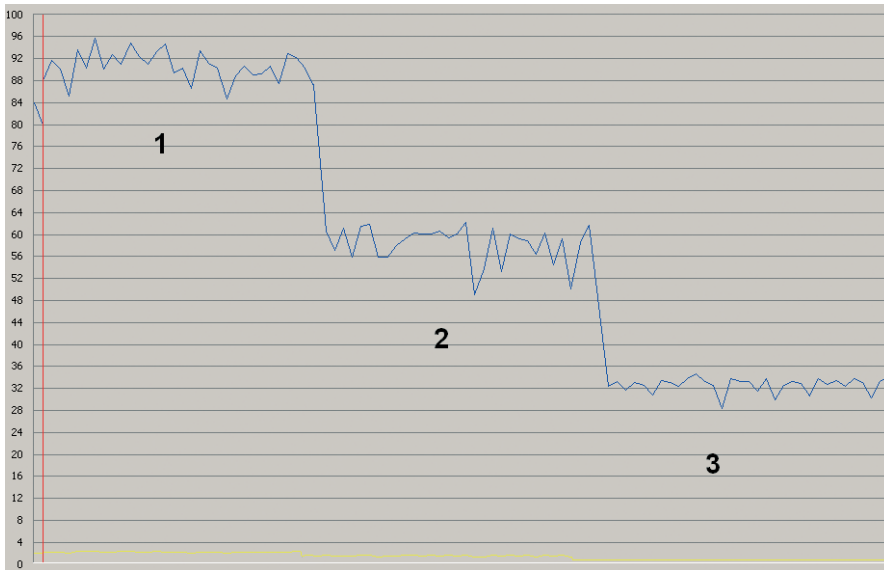
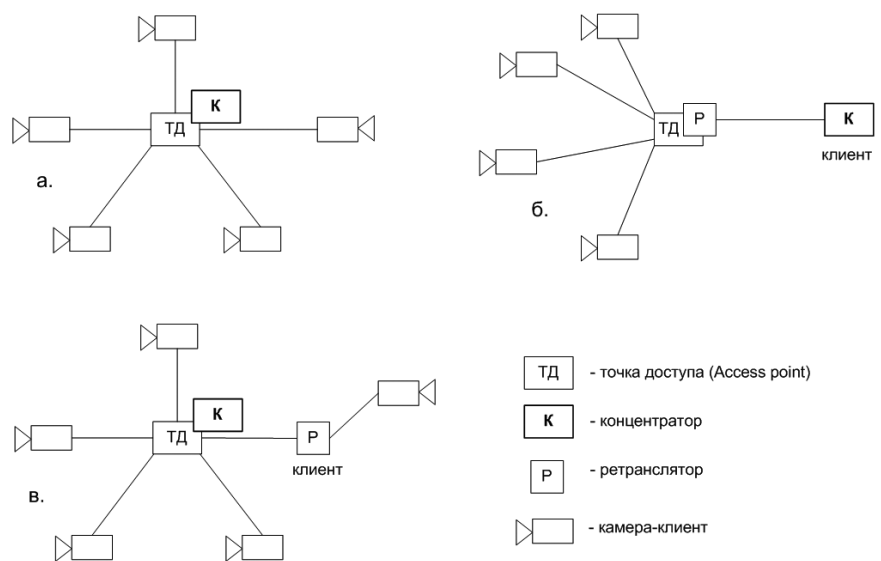
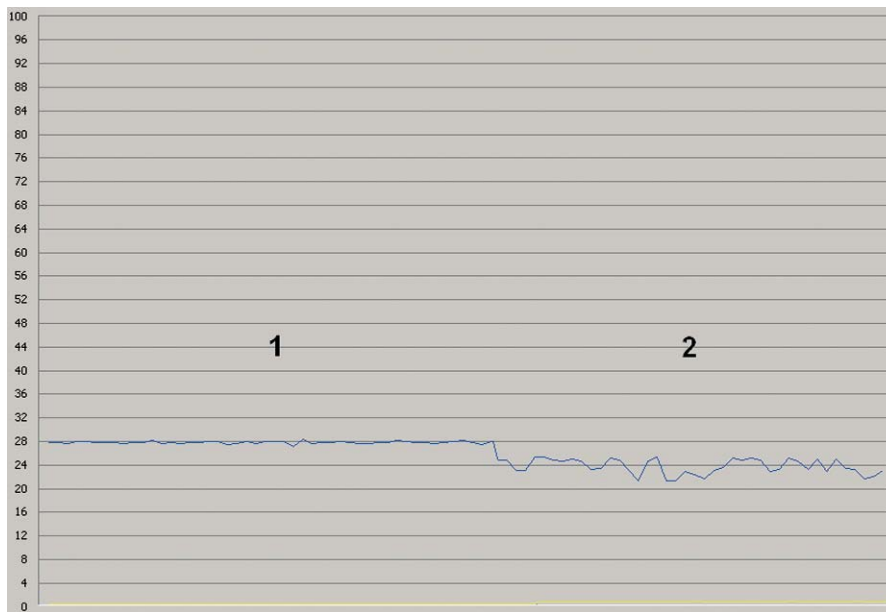
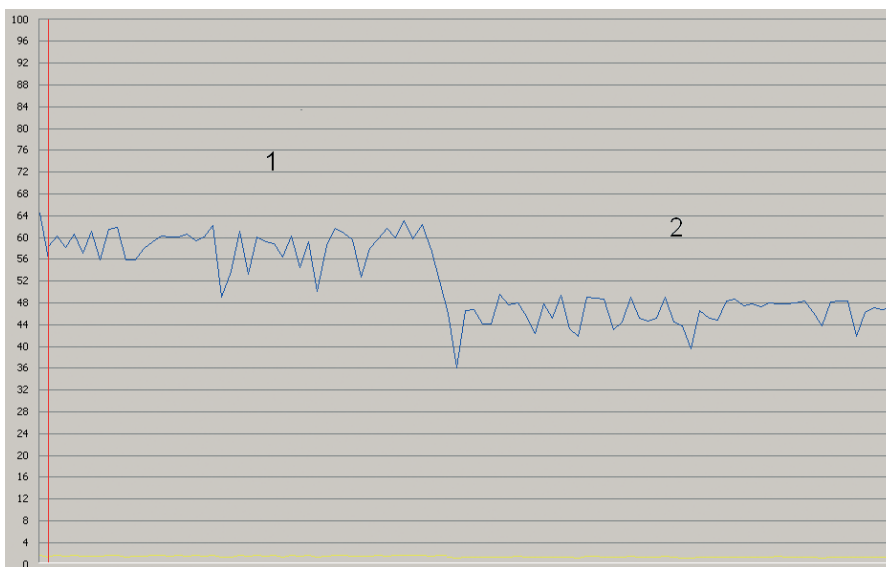

Рис.1. Скорость передачи видеотрафика в трёх режимах.
Рис.2. Возможные типы топологии распределённой сети видеонаблюдения.
Рис.4 UDP и TCP поверх WiFi
Рис.5. Два фрагмента трафика: без шифрования и с шифрованием.
На рис. 1, полученном компиляцией трёх изображений, представлены
три замера производительности некоего сетевого соединения (цифры 1, 2, 3 на рис.1). Замеры делались посредством утилиты «Системный монитор» ОС Windows XP (здесь и далее вертикальная шкала системного монитора отградуирована в десятках Кбайт/сек.). Во всех трёх случаях через соединение передаётся трафик от одной и той же телекамеры, снимающей одну и ту же сцену. Самый левый фрагмент графика (1) показывает трафик через это соединение при его проводной реализации. Физически это можно осуществить, соединив проводную сетевую телекамеру с сетевой картой компьютера, либо напрямую посредством кроссоверного кабеля, либо через сетевой концентратор. Средний фрагмент графика (2) показывает скорость в том же сетевом соединении при его беспроводной реализации. В данном случае к сетевой карте компьютера подключалась точка доступа. Сетевая телекамера являлась теперь уже беспроводным клиентским устройством, и сеть работала в инфраструктурном режиме. Очень важно отметить, что в этом случае точка доступа является приёмником видеопотока. И, наконец, третий, самый правый фрагмент графика (3) тоже относится к беспроводной реализации, но в режиме, когда точка доступа является ретранслятором данных между двумя клиентскими устройствами сети. Устройство-передатчик — это телекамера, устройство-
Из несложного наблюдения, зафиксированного на рис.1 (фрагменты 2 и 3), следует первый довольно простой вывод о возможной организации сети распределённого видеонаблюдения. Компьютер, на котором работает приложение, принимающее видеотрафик (далее — концентратор), по возможности должен подключаться к точке доступа (см. рис.2.а). Если этого правила не придерживаться и использовать радиointерфейс концентратора видеопотоков как клиент сети, то это будет означать, что точка доступа станет ретранслировать трафик от одного клиента-камеры, к другому клиенту-концентратору (см. рис.2.б). Естественно, это даст возможность увеличить дальность связи между камерами и концентратором, но с двукратным снижением производительности. Причём это «узкое место» окажется в непосредственной топологической близости от концентратора, и через него будет проходить трафик от всех телекамер. Поскольку ретрансляция является часто используемым инстру-
Первый. Как известно, в спецификациях протоколов IEEE 802.11 не определяется понятие устройства. Все функции сети выполняются при помощи т.н. услуг (*services*). Этот безусловно оправданный подход даёт производителям возможность выпускать оборудование поддерживающее сразу несколько услуг. В настоящее время на рынке нет недостатка в таких устройствах. Мы испытали одно из них. Список сервисов этого устройства состоит из семи пунктов, в числе которых три различных типа ретрансляции. Такое одноканальное (одночастотное) изделие можно использовать для создания ассиметричной зоны покрытия, связав через него удалённую телекамеру (или телекамеры) и концентратор, соединённый с точкой доступа (см. рис.2.в). При этом двукратное снижение производительности произойдёт только в этом удалённом фрагменте сети. Для точки доступа, создающей инфраструктуру сети, устройство-ретранслятор будет клиентом. Таким образом, этот приём можно назвать ретрансляцией на клиентском уровне. Именно в этом его отличие от предыдущего случая, когда ретранслятором была точка доступа.
Второй. Топология ещё одного способа ретрансляции укладывается в схему на рис.2.б. Отличие этого способа от уже описанного заключается в использовании т.н. двухчастотной точки доступа. Такая точка доступа имеет два радиointерфейса, каждый из которых программируется на работу в одном из 14 возможных частотных каналов. При этом пакеты данных, полученные из одного частотного канала, конвертируются в другой практически без потери производительности. Применительно к рис.2.б схема выглядит следующим образом. Связь точки доступа с телекамерами происходит в одном частотном канале, а передача видеотрафика от ТД к концентратору в другом. Испытания такого устройства в составе распре-
Теперь вернёмся ещё раз к суждению рис.1. Опыт, полученный во время тех измерений, можно сформулировать скорее в виде вопроса, нежели чем некоего утверждения. В чём причина столь большой разницы в производительности сетей с одинаковой топологией в проводном и беспроводном исполнении (фрагменты 1 и 2 на рис.1)? Скорее всего этот эффект порождается суммой факторов. Один из них способен практически вдвое снизить эту разницу. Речь идёт о протоколе более высокого по отношению к WiFi уровня в семиуровневой модели OSI. Пакеты данных этого протокола «переносятся поверх» протокола WiFi. В Ethernet-сетях основными протоколами транспортного уровня являются TCP и UDP. TCP— это добротный, популярный, асинхронный протокол передачи данных, надёжность которого основана на системе «квитанций», подтверждающих ту или иную транзакцию. UDP
— более простой протокол, не использующий подтверждения о проведении транзакций. Понятно, что более надёжный TCP будет менее скоростным. На рис.4 представлена компиляция двух замеров производительности сетевого соединения, работающего по протоколу UDP (фрагмент 1) и TCP (фрагмент 2). В канале передаётся трафик от одной сетевой телекамеры, в настройках которой можно активизировать тот или другой из упомянутых протоколов. Обратим внимание на то, что синей линией обозначен трафик от камеры к компьютеру, а жёлтой (в нижней части рисунка)—трафик в обратном направлении. Видно, что при работе через UDP протокол upload трафик практически равен нулю, а в TCP-фрагменте его объём нарастает. Это и есть то самое квидирование, создающее надёжность протокола TCP. Остаётся только отметить, что фрагмент 2 на рис.1 показывает трафик от 4 телекамер, работающих через протокол TCP. В случае если бы поверх WiFi передавались датаграммы UDP, разница в производительности проводной и беспроводной реализации была бы вдвое меньше.
ми. В нашу задачу такие работы не входили, поэтому мы сделали замеры снижения производительности при фиксированном количестве станций. На рис.5, полученном компиляцией двух «окон» утилиты «Системный монитор», представлен трафик сети из 4 телекамер без шифрования (фрагмент 1) и с шифрованием (фрагмент 2). Необходимо обратить внимание на то, что фрагмент 1 из рис.5 взят из того же сеанса измерений, что и фрагмент 2 рис.1. Судя по рисунку, можно констатировать снижение производительности в среднем на 12% для 4 телекамер.